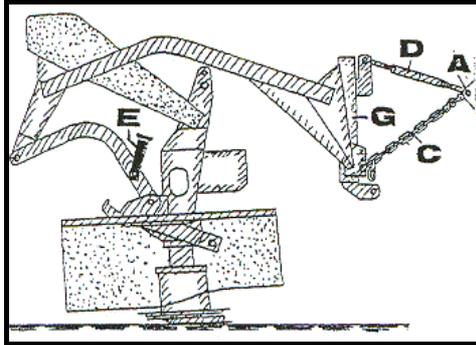

Abbildung 10: Schnellkuppler
Bauen Sie nun die Oberlenkerbolzen und Rohrlaschen traktorseitig an, **verbinden Sie** die Tragketten mittels Schekel mit der Rohrlasche (siehe Abbildung 10, Pos. (A)).